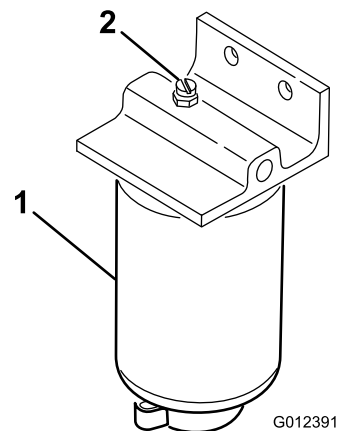

Figura 16
3. Aprite il tappo di sfiato sul filtro carburante/separatore di condensa (Figura 16).